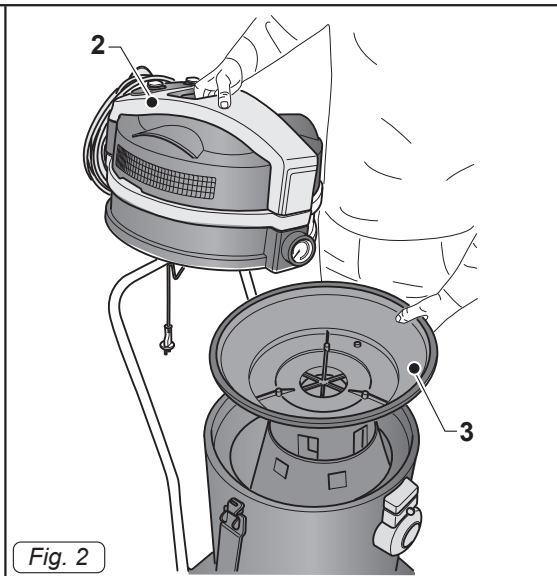

Fig. 2
- Décrocher le levier (1 Fig. 1) et retirer le couvercle avec le groupe moteur (2 Fig. 2) et le porte-flotteur (3 Fig. 2).